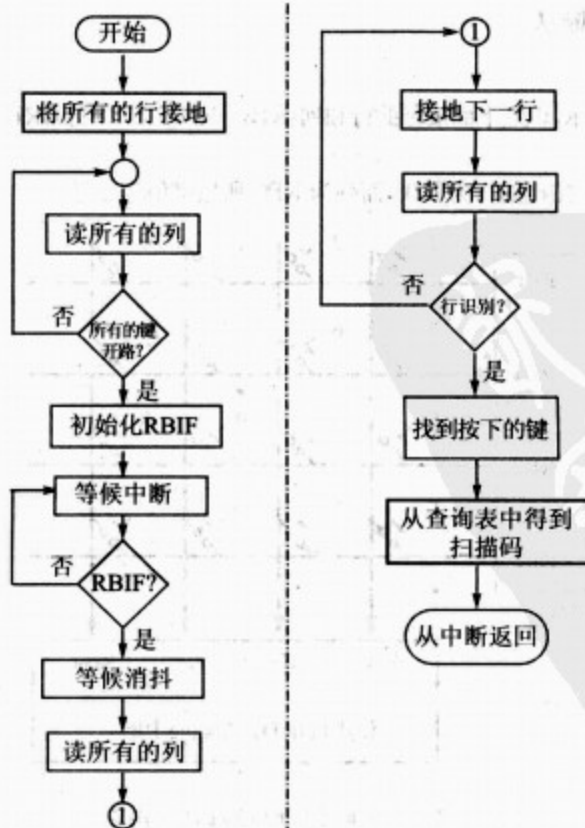
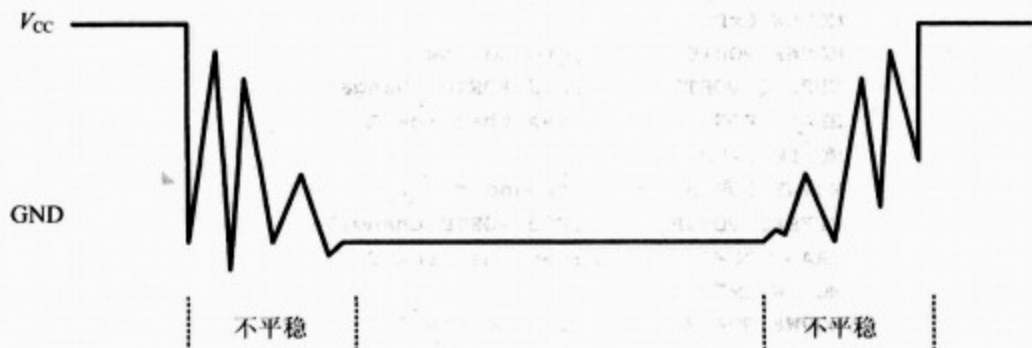

图 12-7 程序 12-4 的流程图
图 12-8 键盘的防抖动
(1) 确保按下的键被释放。所有行的输出为 0,而不断地读取和检测列的值,直到所有的列都为高电平。当所有的列都是高电平时,程序便会在等待一小段时间后进入等待按键按下的第(2)步。
(2) 检测是否有键被按下。因为按键的列连接到 PORTBChange 中断,所以如果有任何键被按下都会导致中断,然后微控制器将执行 ISR。ISR 必须做两件工作:(a)保证按键检测不会在尖峰脉冲噪声的影响下出现错误;(b)等待 20 ms,以防止同一个按键被解释成多个按键。图 12-8 是键盘的防抖图。
(3) 为了检测按键属于哪一行,微控制器每次将一行接地,并同时读取各列状态。如果它检测到所有列都为高电平,这说明按键不属于该行;因此,它继续将下一行接地,并不断重复上面的工作,直到它找到按键所属的行为止。一旦找到按键所属的行,它将设置查询表的起始地址,可用于保持扫描码(或者 ASCII 值),并进入下一个步骤以识别按键。
(4) 为了识别按键,微控制器每次需要将一个列位传送到进位标志位,以检验它是否为低电平。如果发现了低电平,那么微控制器便从查询表中将该键的 ASCII 代码取出;否则,它便将指针加 1 指向查询表的下一个单元。图 12-7 是该过程的流程图。
将程序 12-4 中的查表法做适当修改后,可用于任何不大于  $8 \times 4$  的矩阵。图 12-7 提供了扫描识别按键的程序 12-4 的流程图。